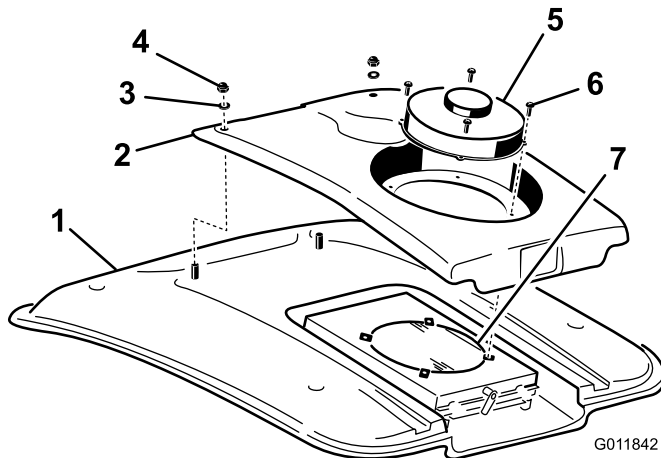

Bild 104
2. Entfernen Sie die (4) Schrauben, mit denen der Lüfter und die Kondensatorabdeckung an der Lüfterbefestigung befestigt ist (Bild 104).
4. Entfernen Sie die zwei Schrauben und Scheiben, mit denen die Vorderseite der Kondensatorabdeckung am Kabinendach befestigt ist (Bild 104).
8. Reinigen Sie den Klimaanlage-Kondensator gründlich mit Druckluft (Bild 104).